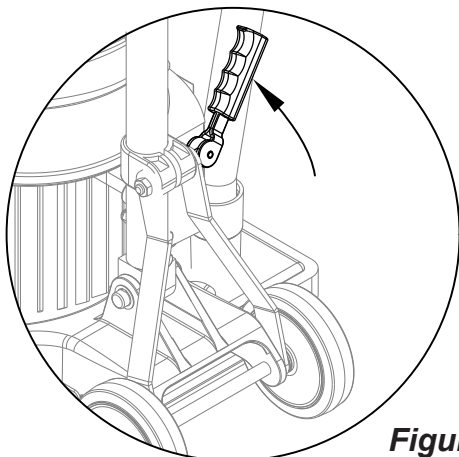

Figura 1
2. Eleve y bloquee la manija en posición vertical. Para trabar el mango, tire hacia arriba de la palanca de compresión de liberación del mango (Consulte la Figura 1).